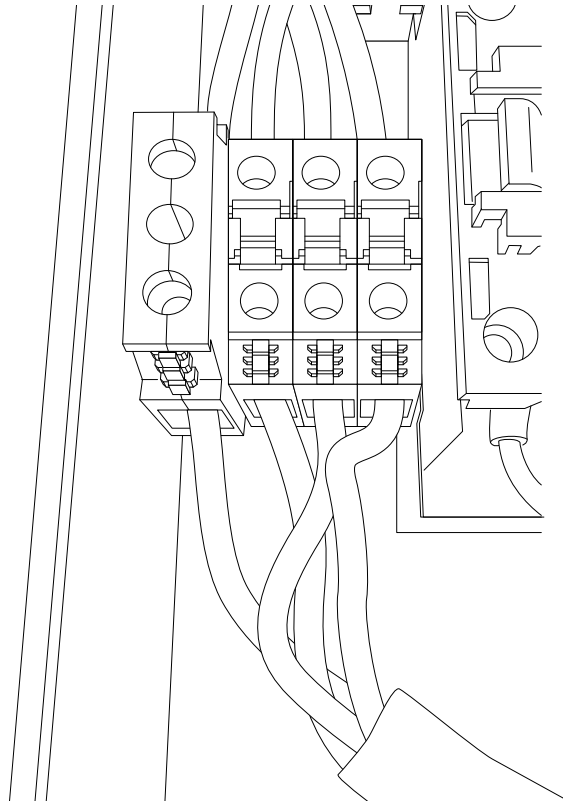

Fig.18
- Passare il cavo di alimentazione attraverso la parete sul fianco della centralina e collegare i fili alla morsettiera (vedi schemi elettrico e fig. 18) rispettando la corrispondenza numerica.
- Pass the power supply cable through the wall on the side of the control unit and connect the wires to the terminal board (see the wiring diagram and Fig. 18) in compliance with the corresponding number.
- Das Versorgungskabel in das Bedienaggregat führen und die Drähte an die Klemmenleiste anschließen (siehe Schaltplan und Abb. 18), dabei die Übereinstimmung der Zahlen beachten.
- Faites passer le câble d'alimentation à travers le mur sur le côté de l'unité de commande et branchez les fils au bornier (voir les schémas électriques fig. 18) concernant la correspondance numérique.
- För strömförsörjningskabeln genom väggen på sidan av styrenheten och anslut ledningarna till kopplingsplinten enligt kopplingsschemat och fig. 18, med motsvarande nummer.